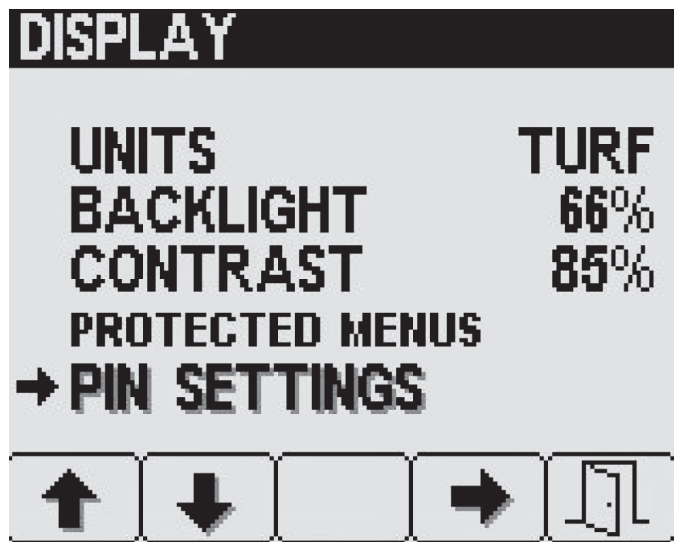

Bild 31
1. Drücken Sie auf dem Menübildschirm „Display“ die Taste 2, um auf die Option „PIN Settings“ zu navigieren; drücken Sie Taste 4, um „PIN Settings“ auszuwählen (Bild 31).
- Drücken Sie auf dem Bildschirm „PIN Settings“ die Taste 2, um auf die Option „PIN Change“ zu navigieren; drücken Sie Taste 4, um „PIN Change“ auszuwählen (Bild 31).